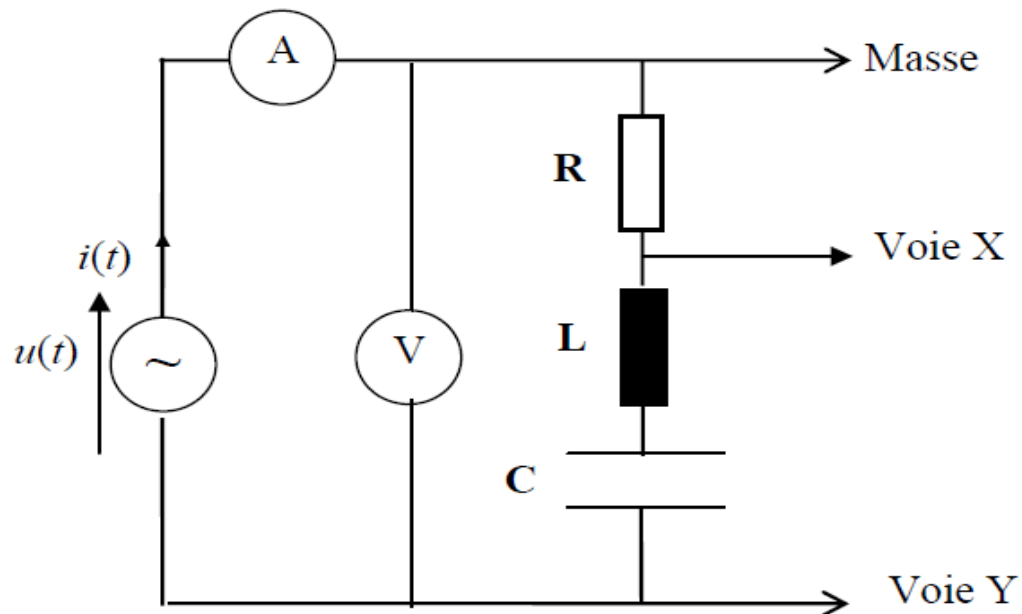

Figure 1 : Association en série des récepteurs R, L et C
a. Fixer une fréquence $f=10\text{KHz}$ et Réaliser le montage Figure 1.